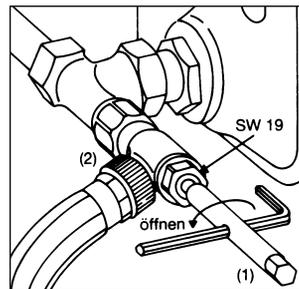

Bild 5
- 3.4 Entleerungs- und Füllwerkzeug (2) auf die Armatur mit Entleerung aufschrauben und Schlauch befestigen (Bild 5).
- 3.5 Entlüftungsschraube am Heizkörper öffnen. Sechskantschlüssel SW 10 (1) auf Entleerungs- und Füllwerkzeug (2) aufsetzen und durch Linksdrehen den Heizkörper entleeren (Bild 5).